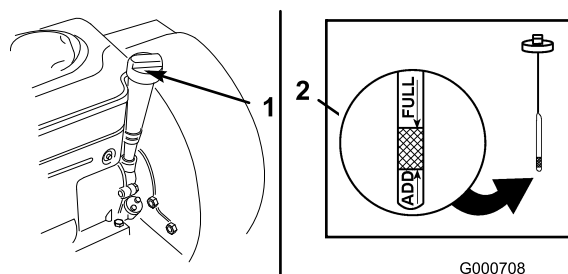

Figura 26
3. Limpie alrededor de la varilla de aceite y retire ésta (Figura 26).